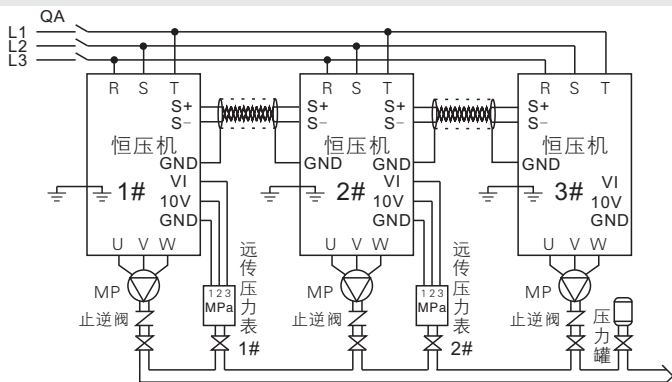
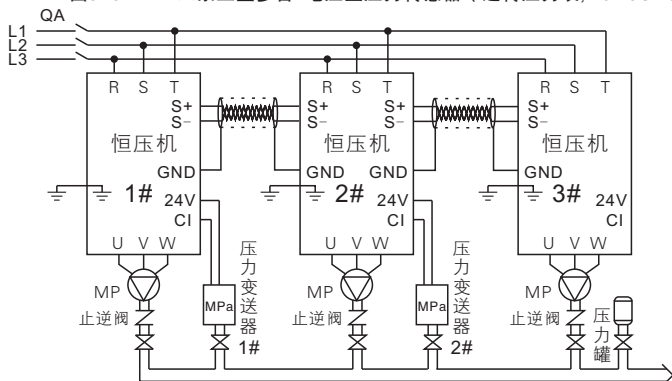

图3-3-1A 三泵互主多备-电压型压力传感器（远传压力表,F0-03=0）
图3-3-1B 三泵互主多备-电流型压力传感器（压力变送器,F0-03=1）
- 再将压力传感器的信号线连接到智能恒压机, 连接电压型远传压力表参照图3-3-1A, 连接电流型压力变送器参照图3-3-1B